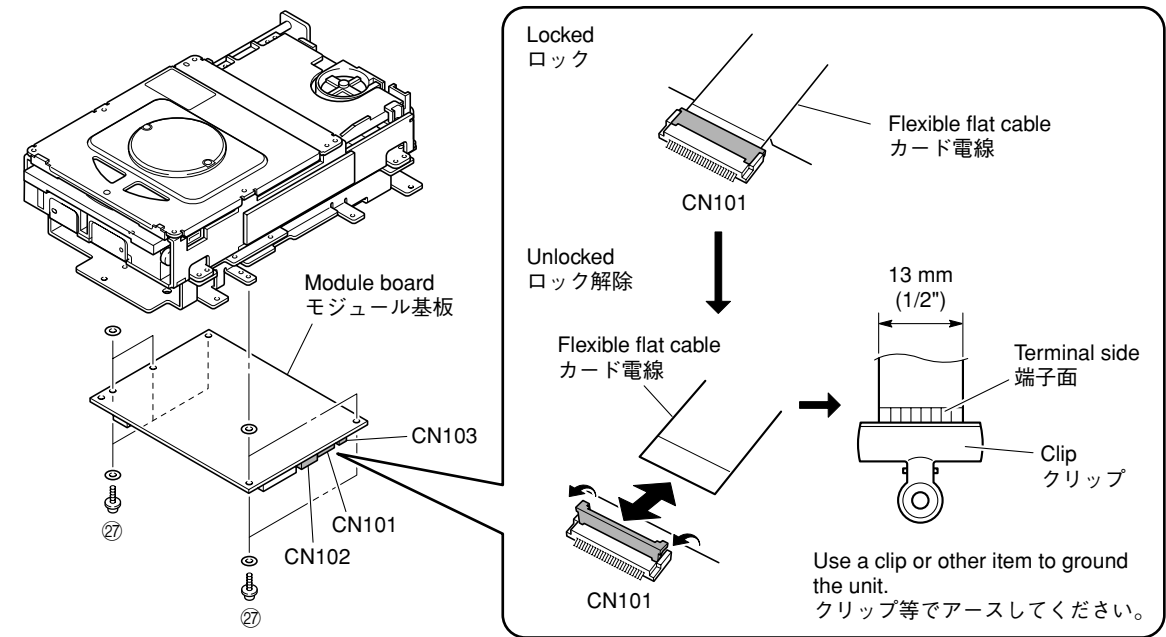

Fig. 9
- a. Remove CN102 and CN103. (Fig. 9)
- b. Unlock CN101 and then disconnect the flexible flat cable, and ground the terminal face of the flexible flat cable with a clip or the like. (Fig. 9)
- c. Remove 5 screws (㉗). (Fig. 9)
- d. Remove the module board. (Fig. 9)
- a. CN102-103を外します。(Fig. 9)
- b. CN101のロックを解除してカード電線を外します。次に外したカード電線のクリップ等で端子面をアースします。(Fig. 9)
- c. ㉗のネジ5本を外します。(Fig. 9)
- d. モジュール基板を取り外します。(Fig. 9)